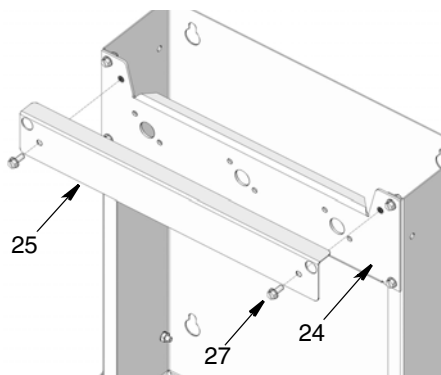

FIG. 7
4. Conecte a placa do painel de cobertura (25) à placa de instalação do medidor (24) usando parafusos (27) e orifícios existentes. Aperte os parafusos firmemente. Consulte FIG. 7 para obter orientações para a instalação correta de tais peças.